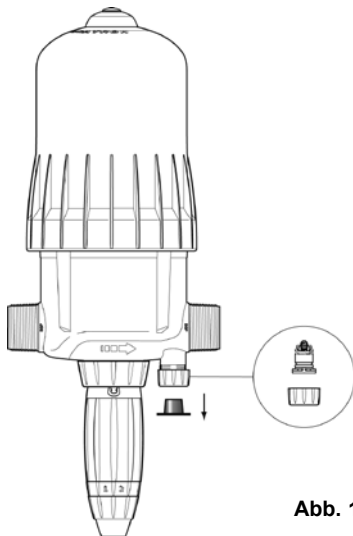

Abb. 11
- Bei zufälligem Unterdruck wird automatisch wieder der Luftdruck in der Anlage hergestellt * (**Abb. 11**). Dessen Verwendung hängt von den im Land gültigen Gesundheitsbestimmungen ab.
Bei \varnothing 16 (Abb. 11) :